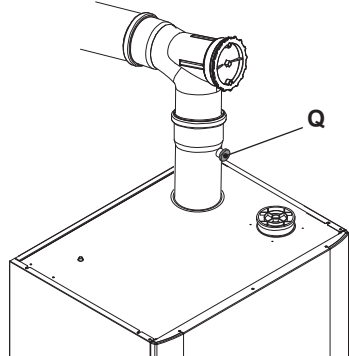
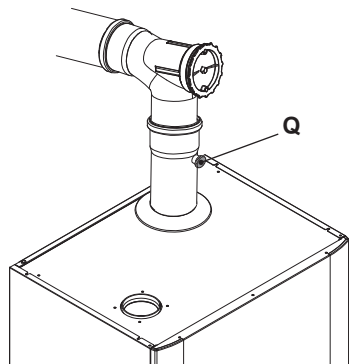

Figura 6.4
Figura 6.5
Riempire il sifone scarico condensa con circa mezzo litro d'acqua per evitare che alla prima accensione esca fumo. Per questa operazione si può usare la presa fumi (Q) posta sullo scarico fumi (Figura 6.4) e Figura 6.5 o rimuovere il condotto di scarico.